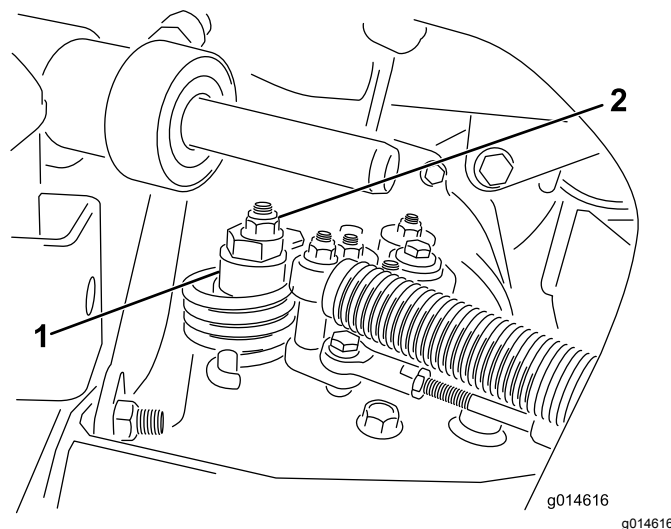

Figura 49
- A. Allentate il dado che fissa l'eccentrico alla parte superiore dell'igrostatato (Figura 49).
- C. Fate girare l'eccentrico finché non riscontrate movimenti in alcuna direzione. Quando la ruota cessa di girare, serrate il dado di bloccaggio dell'eccentrico per mantenere la messa a punto (Figura 49). Verificate la regolazione portando l'acceleratore in posizione Lento e Veloce.